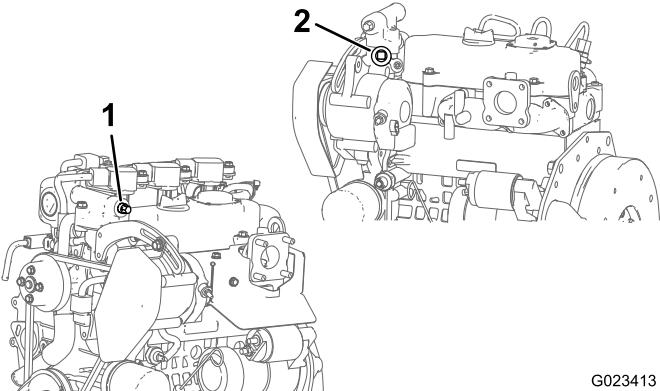

図 10
1. プラグまたは温度スイッチ(車種によってどちらか一方を外す)図 10。
- ガソリンエンジン車の場合サーモスタットハウジングのプラグを外し、5/8 インチのストレートフィッティングをウォームクランプで取り付ける図 10。
1. ディーゼルエンジンの場合サーモスタットハウジングから温度スイッチを外してT字フィッティングを取り付ける図 10。